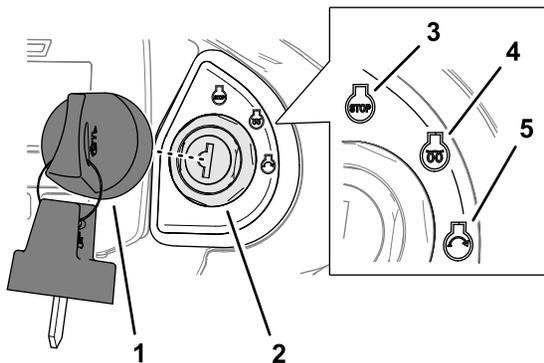

Figura 25
4. Rode a chave da ignição para a posição Desligar (parar) **Figura 25**.